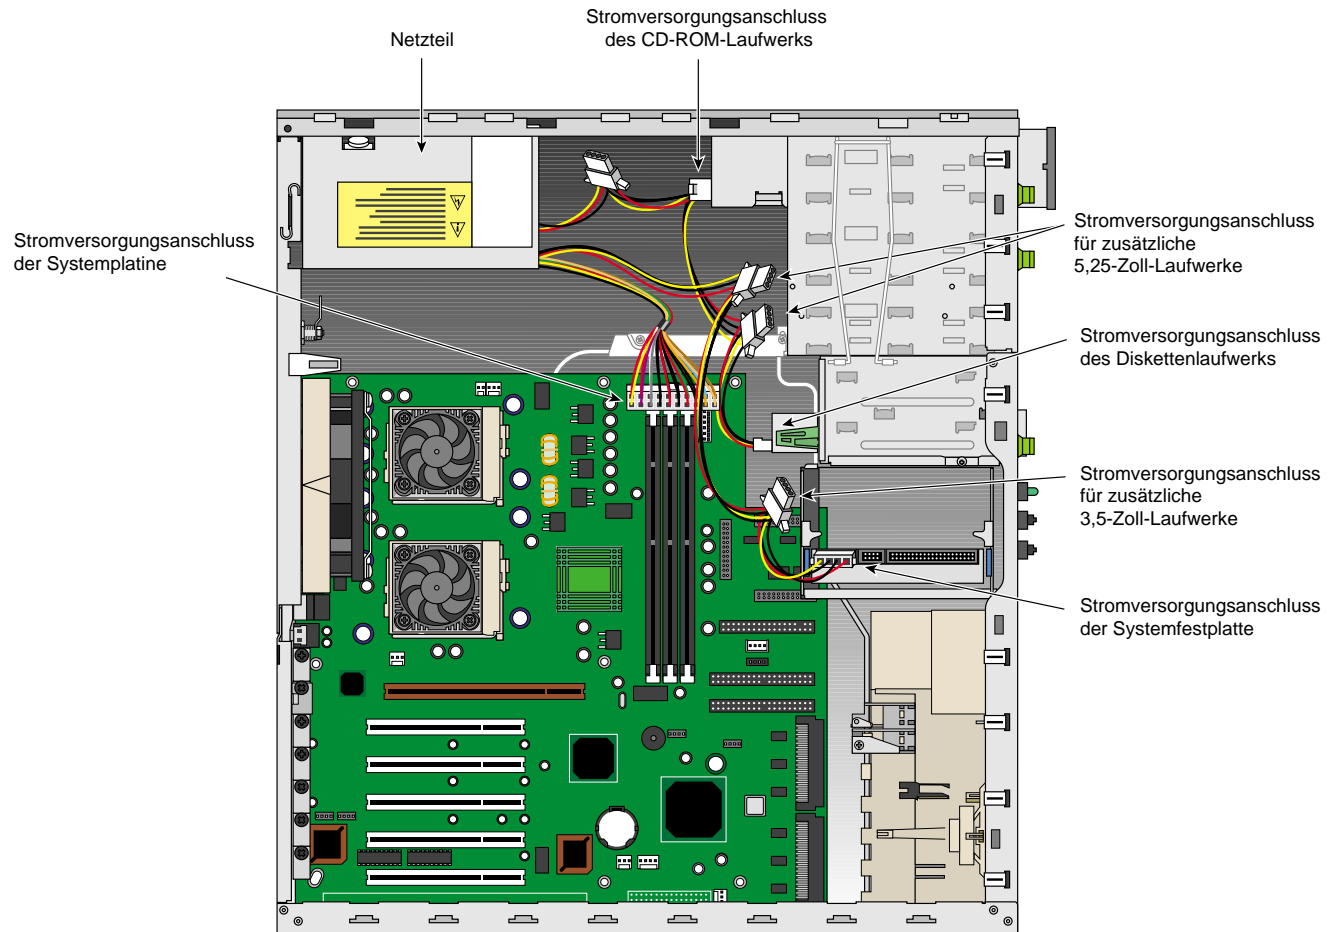

Abbildung 2-11 Anschließen der Stromkabel
3. Lösen Sie alle Stromkabel von der Systemplatine, den 3,5-Zoll- und den 5,25-Zoll-Laufwerken. Die Lage der Kabelanschlüsse entnehmen Sie bitte Abbildung 2-11 auf Seite 31.
12. Schließen Sie die Stromkabel an die Systemplatine, das/die Festplattenlaufwerk(e), das CD-ROM-Laufwerk und das Diskettenlaufwerk an. Die Lage der Stromkabelanschlüsse geht aus Abbildung 2-11 hervor.